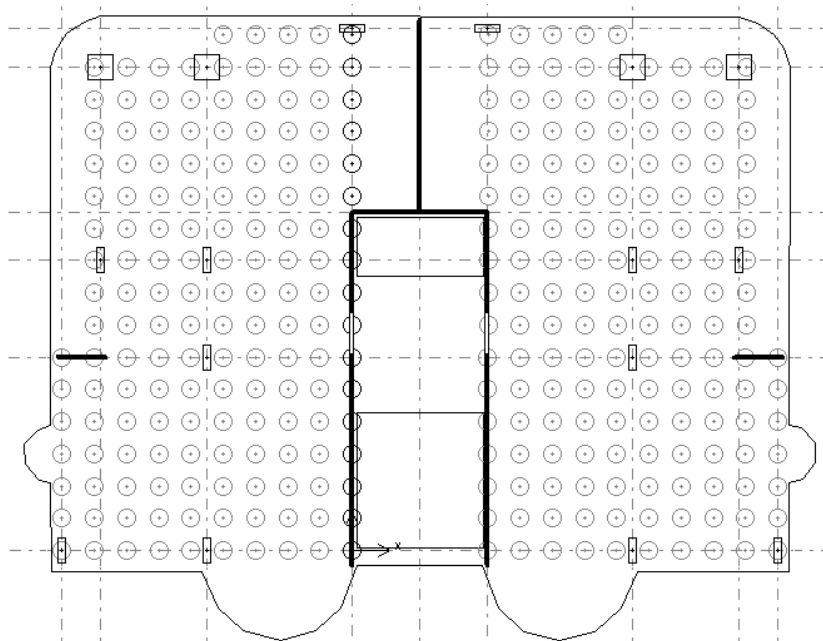

Рис. 2.10. Виділення паль, що мають бути видалені з моделі
13. Видаліть вказані на рис. 2.10 палі.